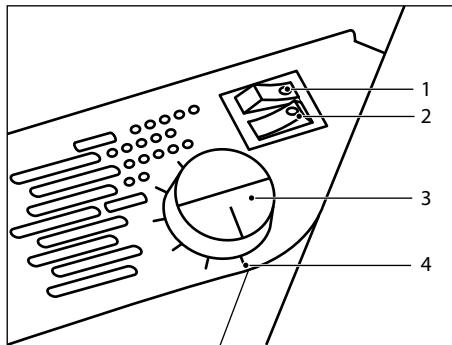

Рис. 3
1. На панели управления конвектора расположены регулятор терmostата 3 и переключатели режимов мощности 1, индикаторы включения нагревательного элемента 2, шкала срабатывания терmostата на окружающую температуру 4 (рис. 3).